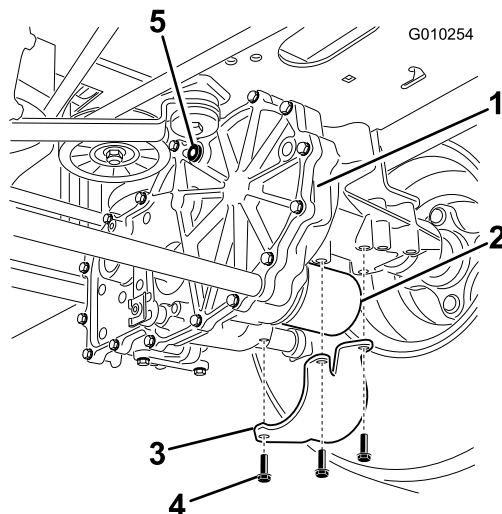

Figura 51
2. Individuate il filtro e le protezioni su ogni sistema di trasmissione (Figura 51). Rimuovete le tre viti con cui è fissata la protezione del filtro.